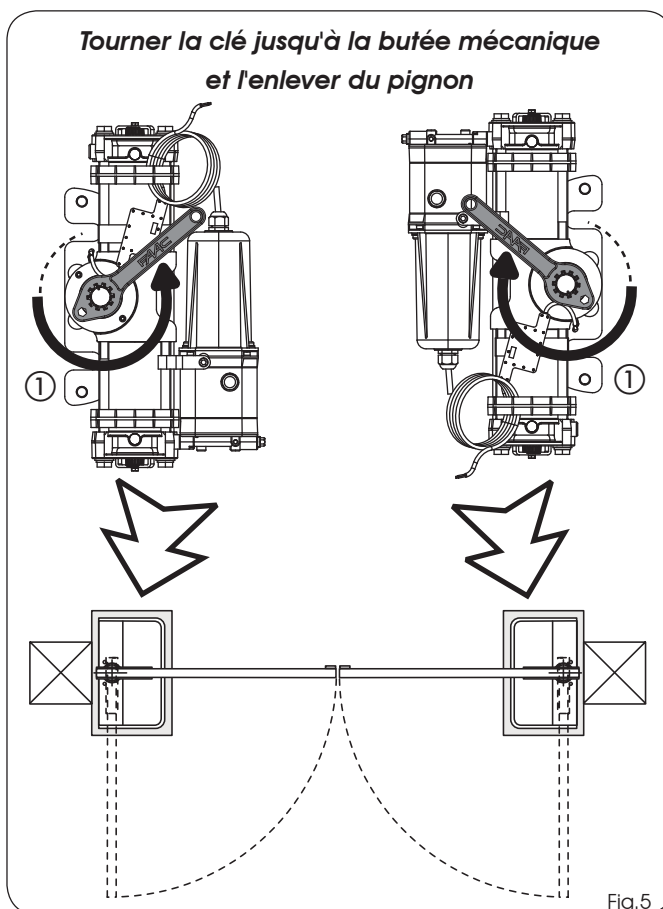

Fig.5
- 5) Tourner le pignon de l'opérateur avec la clé fournie en dotation (Fig.5 réf.①) dans le sens de la fermeture du portail jusqu'à atteindre la butée intérieure du piston et enlever la clé.